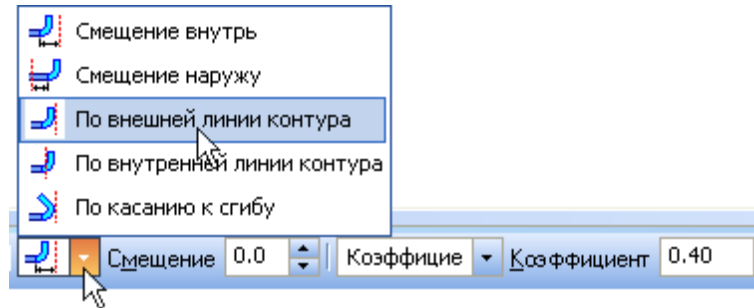

Рисунок 21.
- Откройте список Смещение и укажите вариант По внешней линии контура (рис. 21).